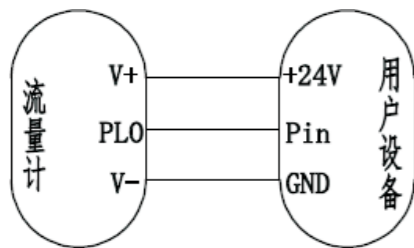

图9-1 脉冲信号输出接线图
7.4.1 脉冲信号输出——工况脉冲信号与标准体积流量成正比的频率信号（见图9-1）